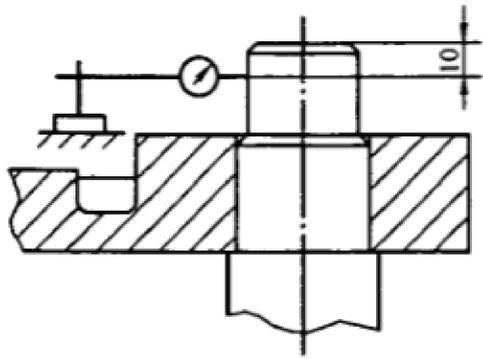

图 2
a) 将百分表固定在机器上，使其测头顶在主轴图 2 所示位置，在回转架旋转最大弯曲角度时，计算出百分表的最大读数差。